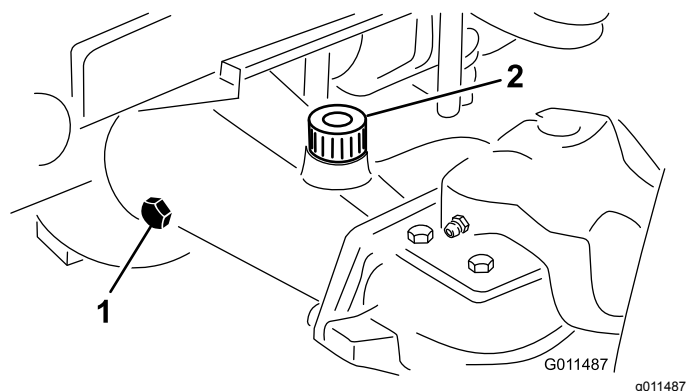

Figura 16
2. Retire un tapón de verificación de un extremo del eje (Figura 16) y asegúrese de que el lubricante llega al borde inferior del orificio. Si el nivel es bajo, retire el tapón de llenado (Figura 16) y añada suficiente lubricante para que el nivel llegue al borde inferior de los orificios de los tapones de verificación.